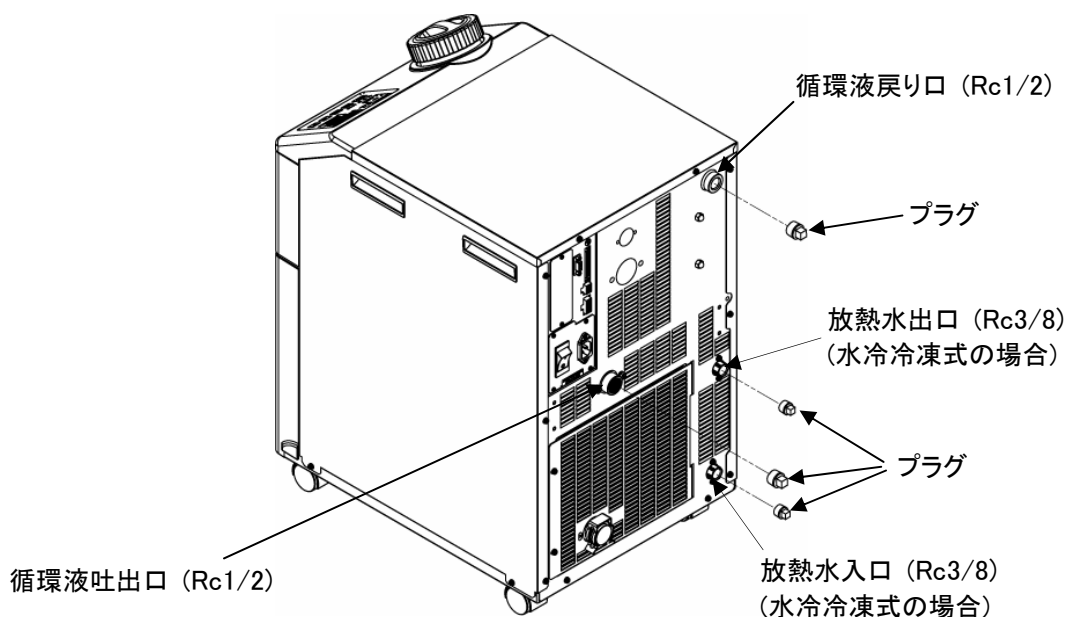

図 7.4-3 プラグの取付け
9. 図 7.4-3 プラグの取付けを参照し、本製品の循環液吐出口・戻り口にプラグ(Rc1/2)、放熱水出入口(水冷冷凍式の場合)にプラグ(Rc3/8)を取付けます。